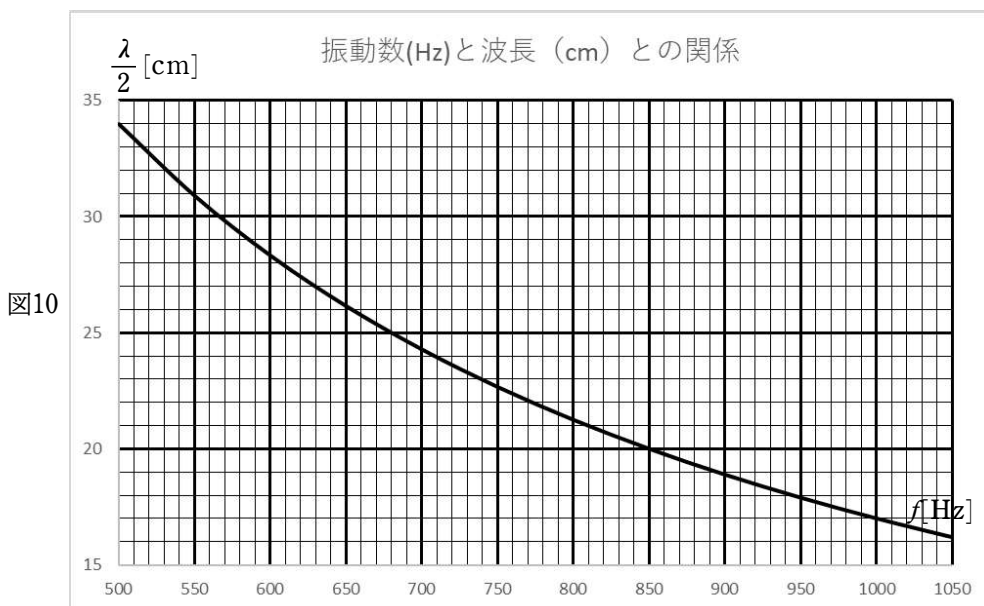

図10
音速を V 、振動数を f とすると、波長 λ は $\lambda =$ (①) であらわされる。穴を左側からふさいだ場合、エッジ部分と管内の穴の位置で自由端反射することになる。腹と腹の間の距離 $\frac{\lambda}{2} = \frac{V}{2f}$ となる。音速 $V=340\text{m/s}$ として、振動数と $\frac{\lambda}{2}$ の関係を示したのが図10のグ
まずは、すべての穴をふさいだ状態から考えてみよう。この音は通常「ド」と呼んでいるが、「ド₀」ではなく「ド₁」であり、振動数は523Hzである。この振動数は図10より $\frac{\lambda}{2} = \textcircled{2}$ cmとなる。管口の位置で $x = 28.5\text{cm}$ なので、開口端補正が $\textcircled{3}$ cmとなる。
次に「ソ₁」について調べてみよう。ソ音は図5のようにP0～P3をふさぎ、P4～P7を開けた状態である。「ソ₁」=784Hzであるので図10より $\frac{\lambda}{2} = 21.5\text{cm}$ となる。「ソ₁」の指配置では最初に空いた穴はP4でこの位置が開口端と考えると、図2より $x = \textcircled{4}$ cmとなる。これは、開口端補正が5.0cmであることを意味する。「ド₁」も「ソ₁」も非常に大きな開口端補正となっている。この原因は何であろうか。
これを逆に利用し、「ソ₁」より半音下げた音（「^bソ₁」と表す）の出し方を考えてみよう。P4を開けてP5,P6をふさぐと、空気が出にくくなるので、波長が少し伸び、半音下げた音を作ることができるはずである。「^bソ₁」は740Hzなので、図10より、 $\frac{\lambda}{2} = (5) \text{ cm}$ となる。実際は図6のようになる。P7は腹の位置なのでP7を塞ごうが開けようが音の高さはほとんど変わらないと思われる。
- ⑨ 図10の659Hzの値を読むと 25.8
- ⑩ $25.8 - 5.0 = 20.8$ 20.8